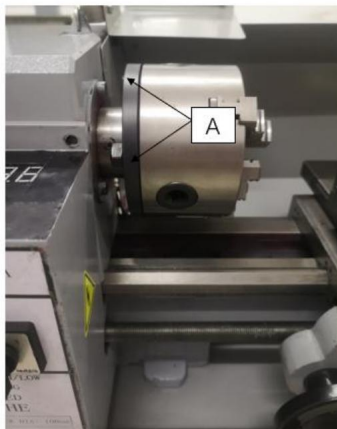

Fig.26
Med hjälp av denna universella chuck kan rund triangulär fyrkantig sexkantig åttakantig och tolvhörnig lager spännas fast. (Bild 26)
För den ursprungliga 3, käftchucken som var monterad på svarven har fabriken monterat chucken på bästa sätt för att garantera hållprecisionen med två "0" -märken (A) Fig.26 som visas på chucken och chuckflänsen.